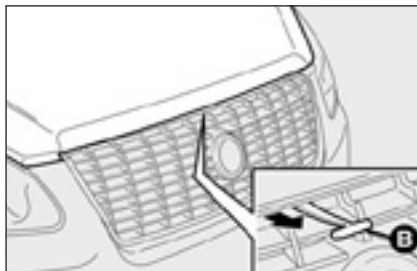

рис. 113
- ☐ потяните рычаг **B** - **рис. 113** как показано на рисунке;